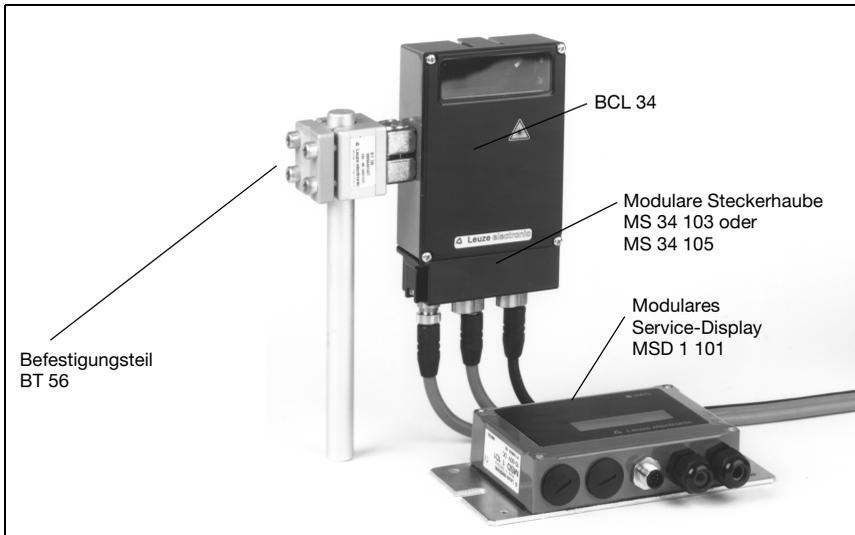

Bild 7.2: Befestigungsbeispiel BCL 34
- an den Schwalbenschwanz-Nuten unter Verwendung des entsprechenden Montagezubehörs (siehe Bild 7.2)